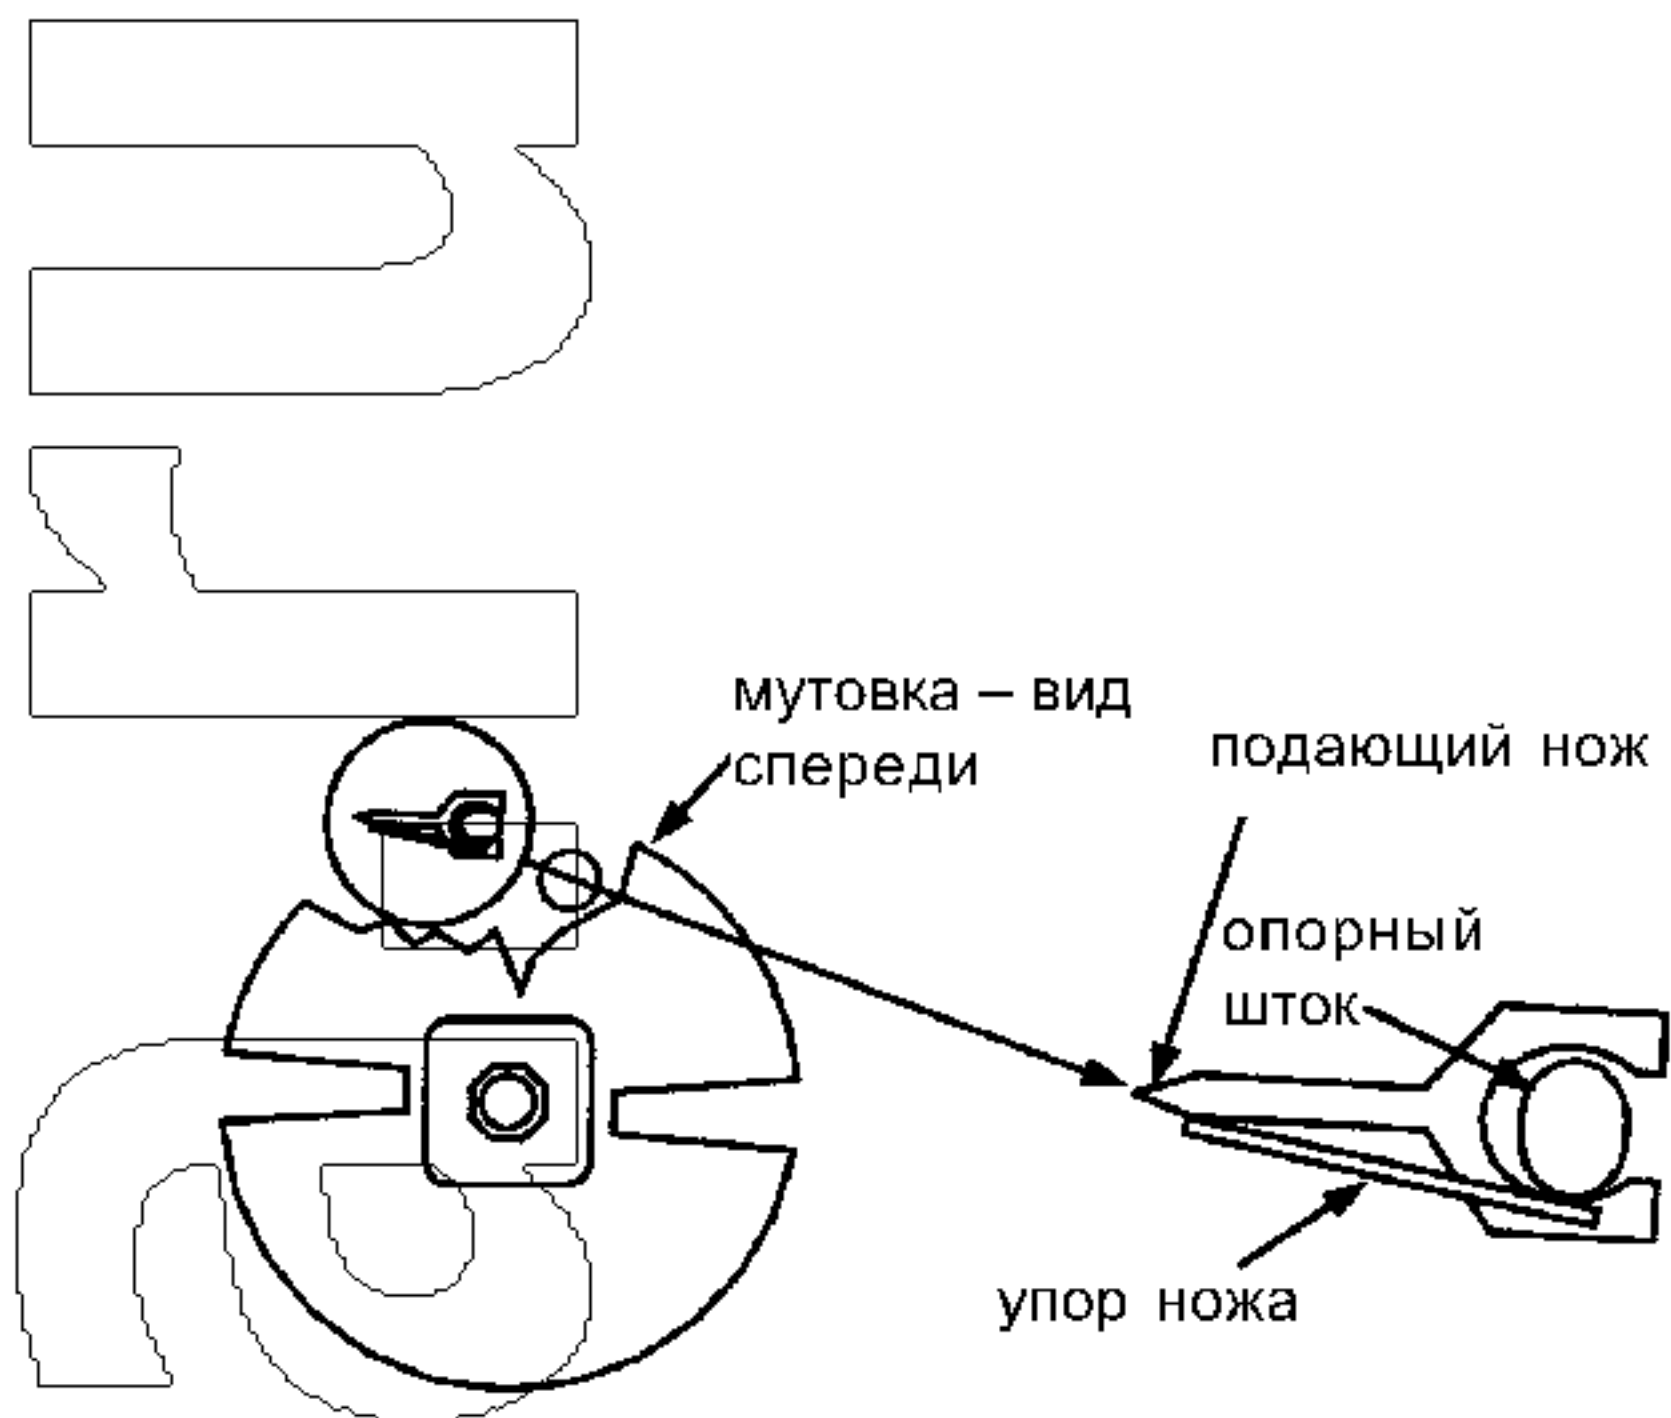
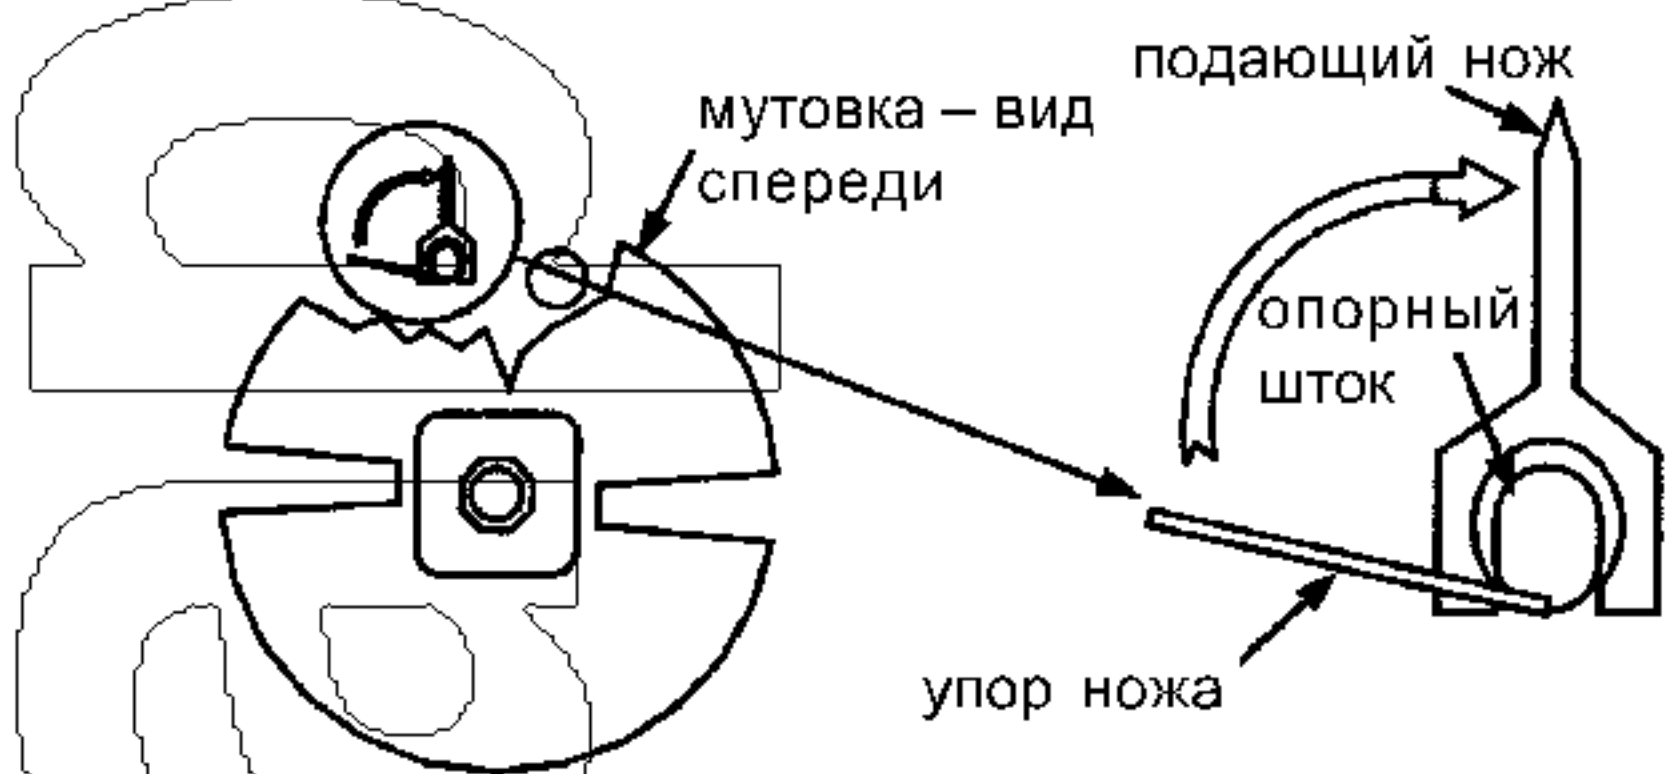

Рис. 9. Снятие подающих ножей
Рис. 10. Снятие подающих ножей
- в. Снимите ножи с мутовки (рис. 9), вначале развернув нож вверх (рис. 10), а затем отделив один конец от опорного штока.**ДЛЯ ТОГО ЧТОБЫ ПОЧИСТИТЬ НОЖИ, ИХ СЛЕДУЕТ СНЯТЬ.**